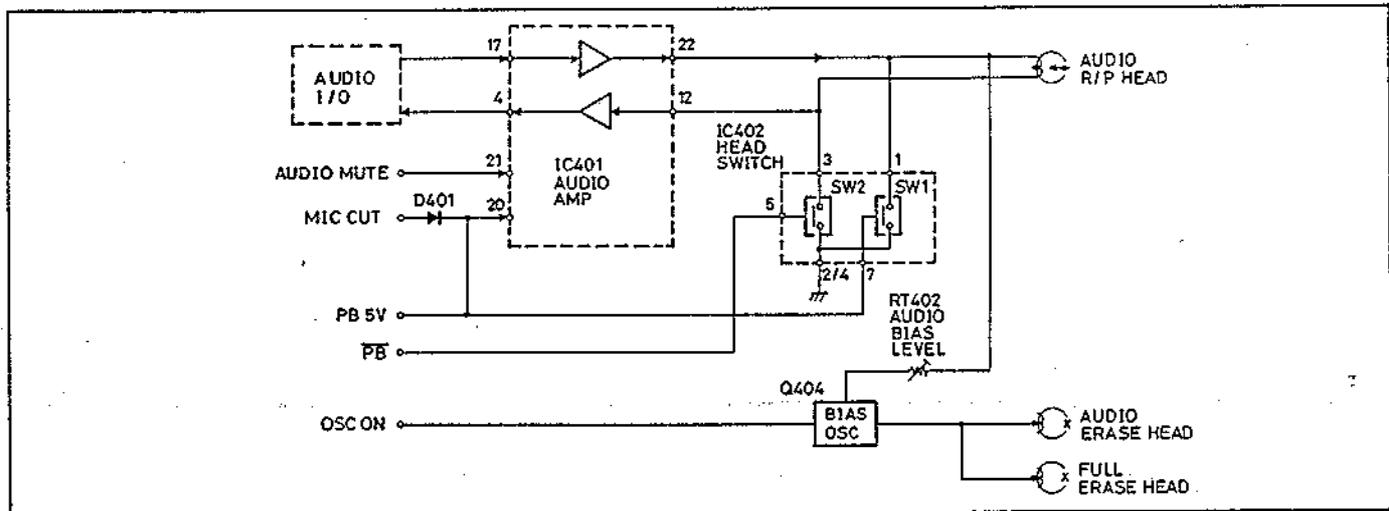

Abb. 6.1 Schaltkreisanordnung
1. Schaltkreisanordnung (Abb. 6.1)